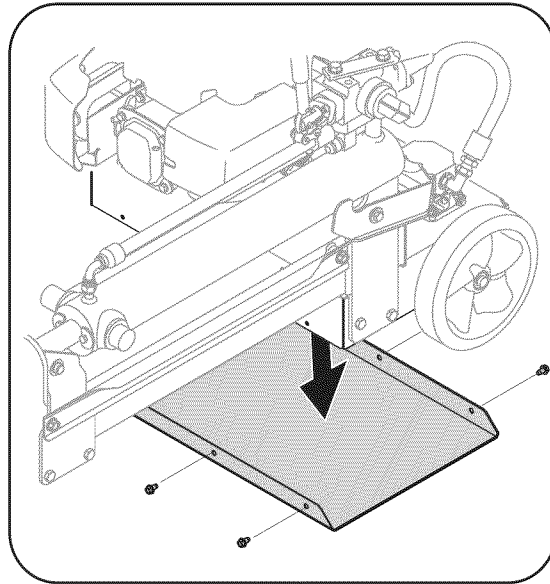

Figura 5-1
1. Coloque la unidad en la posición de transporte en tierra de nivel como mostrado en la Figura 5-1.
4. Extraiga la correa retirando los seis tornillos autorroscantes que la sujetan al bastidor. Vea la Figura 5-1.